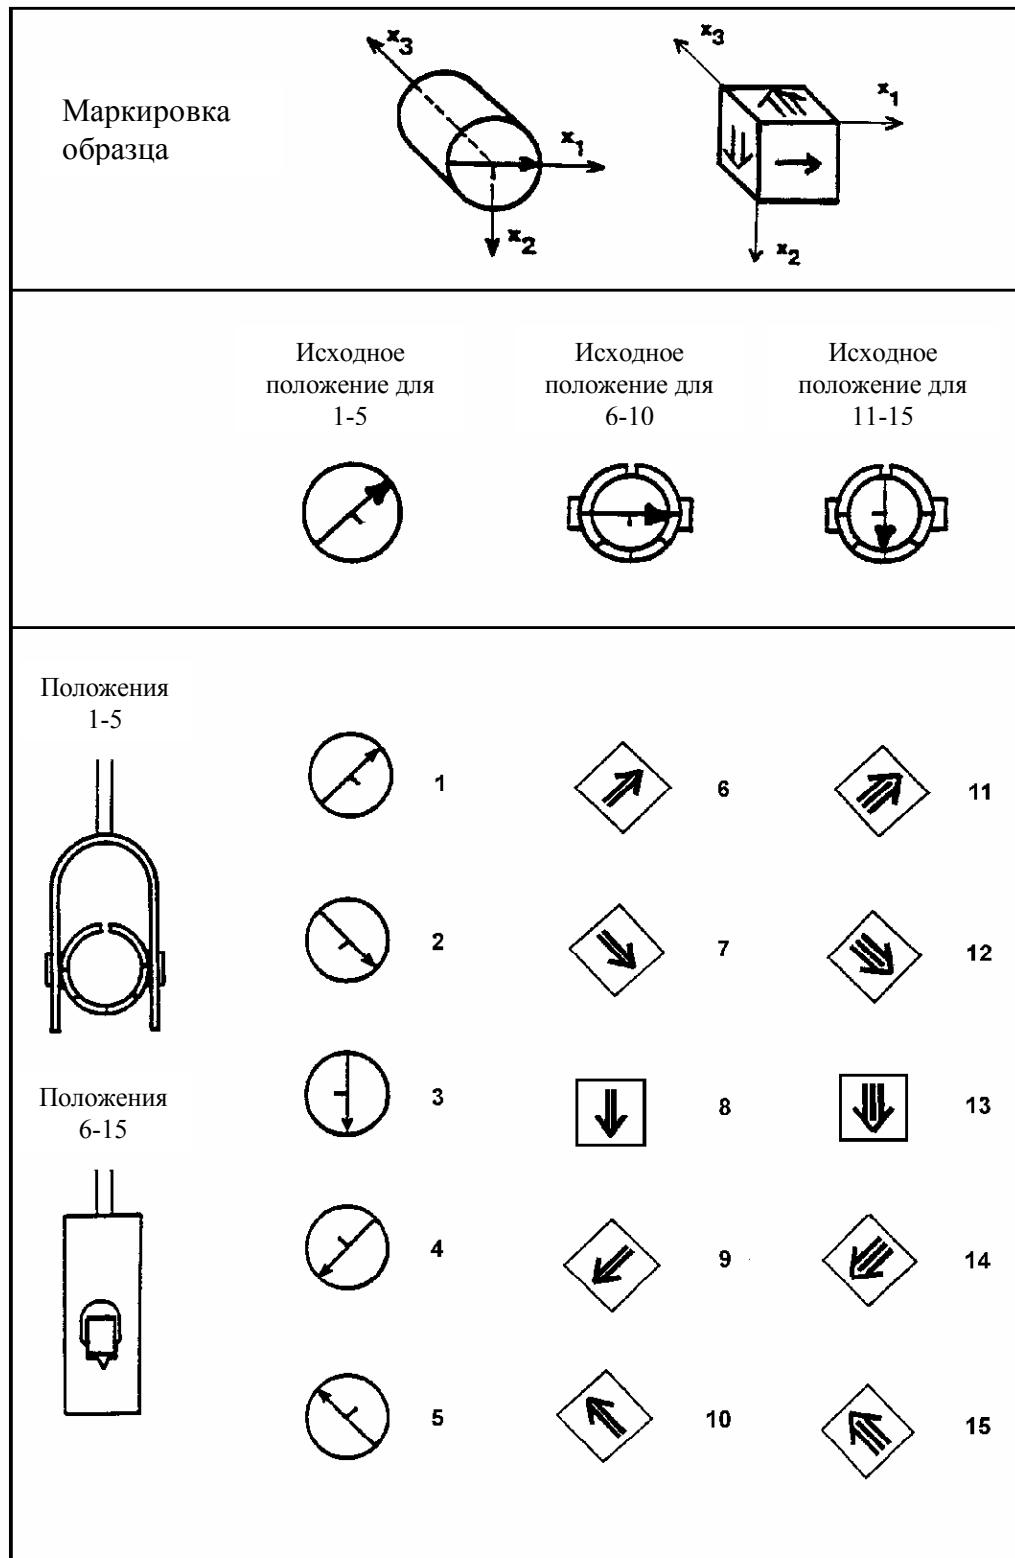

Рис. 2. Положения измерения – метод статичного образца
Эта процедура служит для измерения значений восприимчивости в 15 направлениях. Эти 15 направлений показаны на схеме вращения на Рис. 2. Схема положений одинакова для кубического и цилиндрического образцов. После нажатия клавиши на экране появляется следующее
- Оператор кладет образец в держатель, находящийся в положении 1 (см. Рис. 2), нажимает клавишу SpaceBar, и ожидает звукового сигнала компьютера. После этого оператор вставляет образец в измерительную катушку, и после второго звукового сигнала достает его оттуда. Затем оператор изменяет положение образца и выполняет все те же действия, что и для положения 1. И